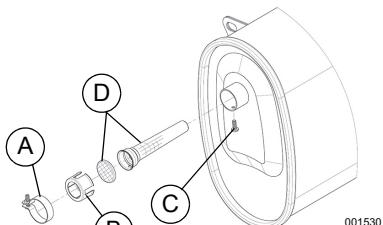

Figure 4-5. Écran pare-étincelles
- Voir la **Figure 4-5**. Desserrez la vis, puis retirez la bride de retenue (A) et retirez le dispositif de retenue (B).
- Retirez la vis du dispositif de retenue (C) du tube de sortie du silencieux.
- Retirez l'écran (D) et remplacez-le s'il est déchiré, perforé ou endommagé. Si l'écran n'est pas endommagé, nettoyez-le à l'aide d'un solvant commercial.